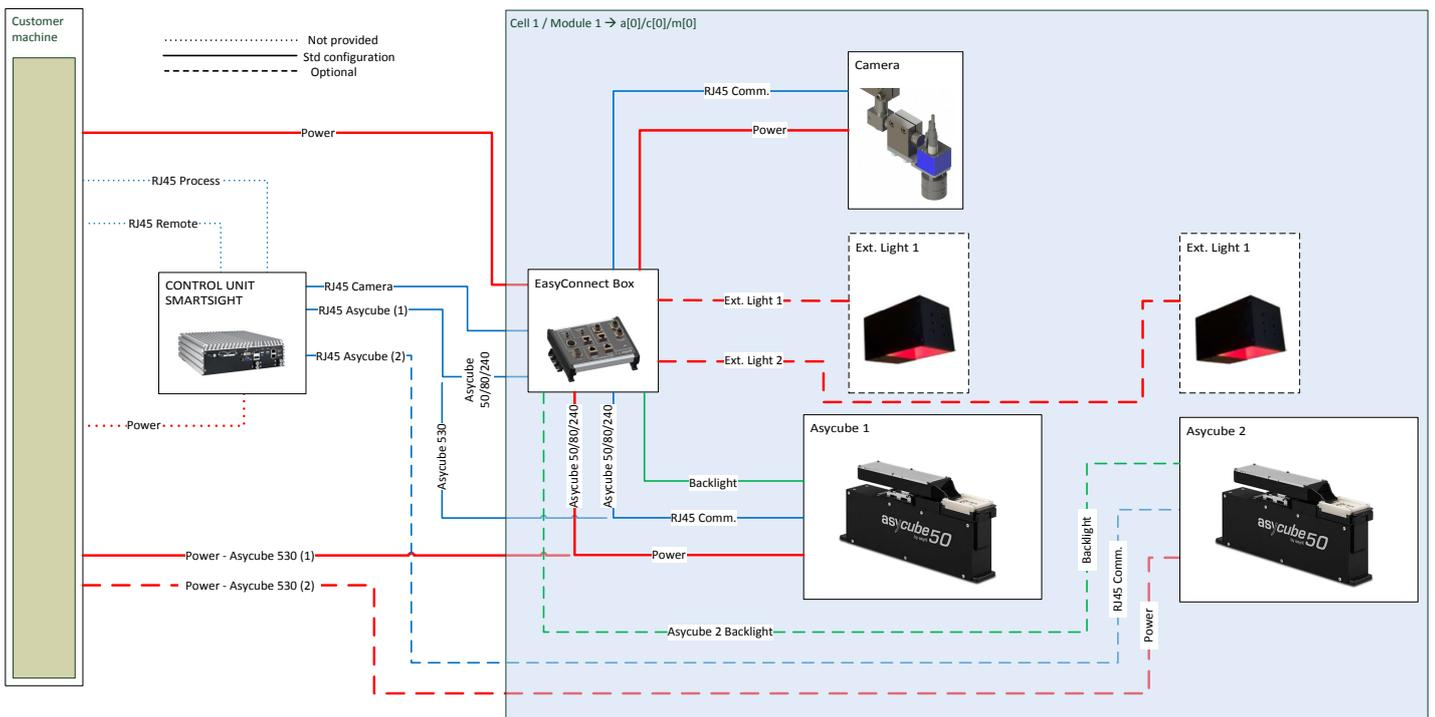

Figure 2-11 : Diagramme général de configuration de base avec un deuxième Asycube
- Configuration de base avec un deuxième Asycube (Figure 2-11)